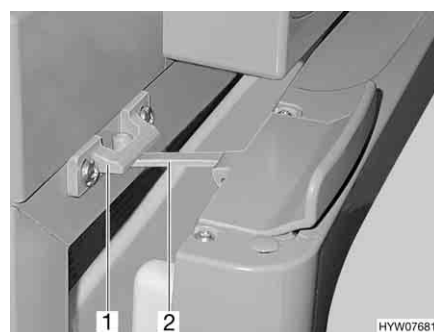

Fig. 105 Porta del frigorifero in posizione di ricircolo d'aria (Thetford)
- Aprire il bloccaggio (Fig. 105,2) e innestarlo nella sede di bloccaggio (Fig. 105,1). In questo modo la porta del frigorifero rimane ferma in posizione socchiusa.